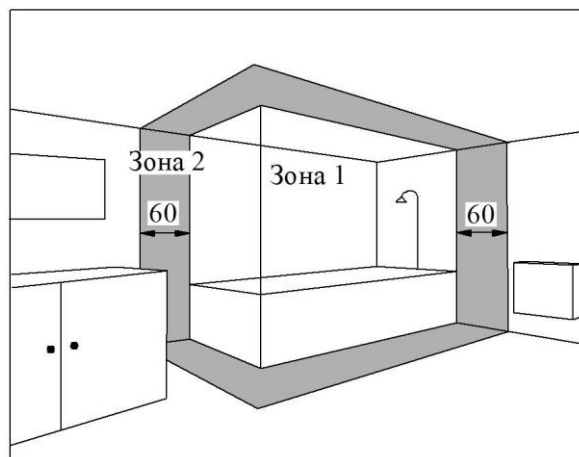

Рис. 5
5.5 Конвектори з виконанням оболонки IP24 допускається встановлювати в приміщеннях з підвищеною вологістю: ванних кімнатах, душових, басейнах (рис. 5). При цьому установка конвектора забороняється: